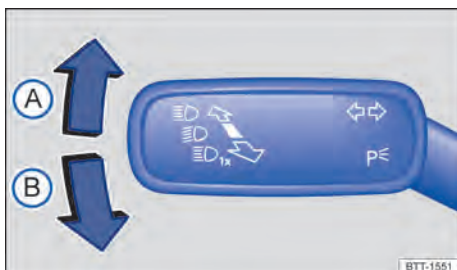

Abb. 81 An der Lenksäule links: Blinker- und Fernlichthebel.
2. Hebel aus der Mittelstellung in die gewünschte Position bringen → Abb. 81.